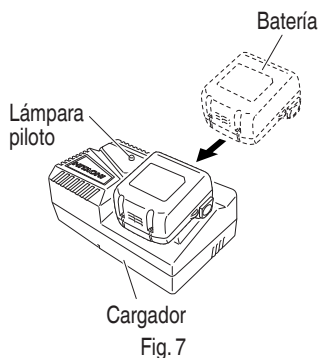

Fig. 7
2. Inserte la batería en el cargador de baterías. Inserte la batería en el cargador de baterías como se muestra en la Fig. 7, 8.